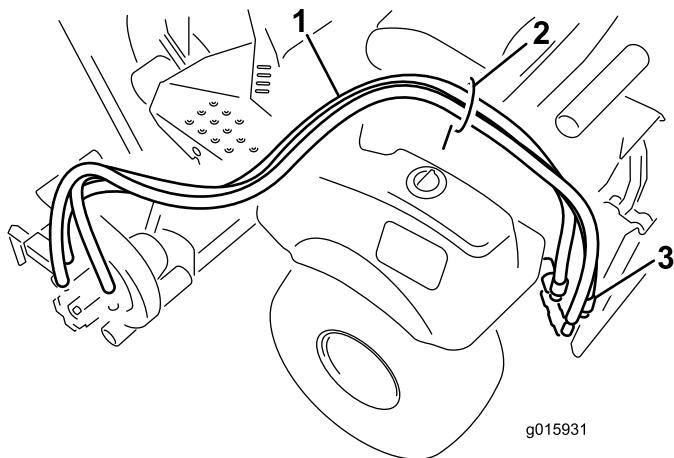

图 7
- 将液压软管穿过软管导向架并到达机器后面图 7。
- 将软管连接到后遥控接头图 7。